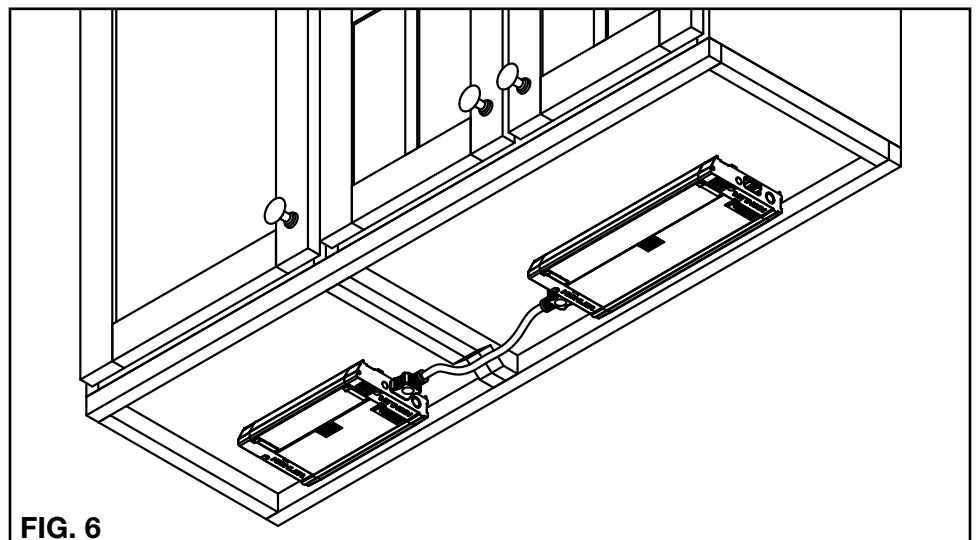

FIG. 6
2. Sostenga el artefacto en la ubicación deseada de montaje, a una distancia no mayor a 21" desde el artefacto interconectado más cercano, dejando un espacio libre de 2 ½" para los cables de interconexión. Coloque los tornillos de montaje dentro de la superficie del gabinete hasta que el artefacto esté seguro. Si los tornillos son difíciles de instalar, marque los agujeros y perforo agujeros piloto de 1/16" máximo. (ref. FIG. 6)